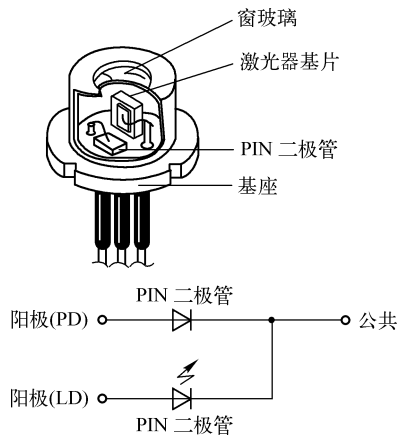

图 4-20 激光组件示意图
② 激光组件（见图 4-20）。激光是“light amplification by stimulated emission of radiation（受激发射的辐射光放大）”的首字母缩写词。对于普通光束来说，存在着无数种波长。因而，波与波之间就会出现相互削弱或加强的现象。